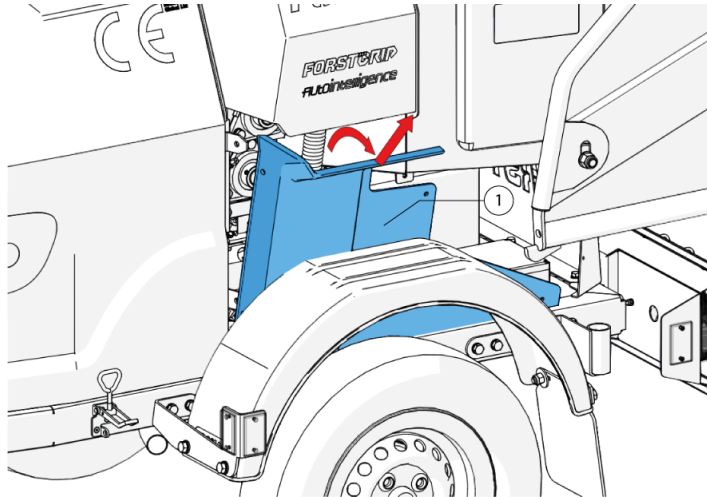

Abbildung 52 - Abnehmen der Seitenverkleidung.
4. Abnehmen der Seitenverkleidung (1, Abbildung 52).